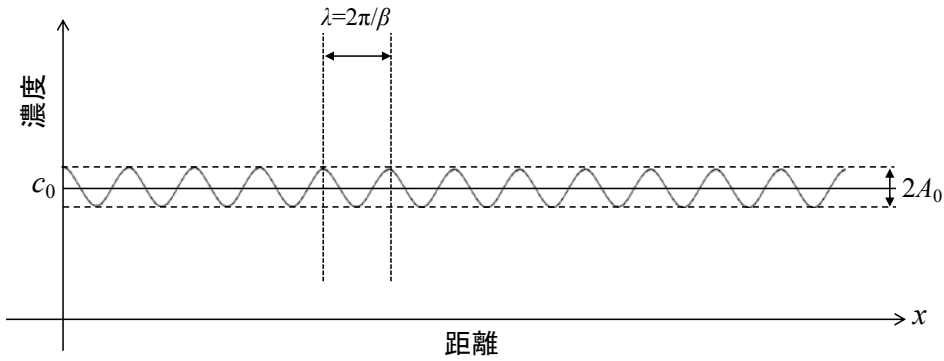

図 2
上述(2)のような相分離過程が自発的に進行していくと、局所的な濃度勾配にともなうエネルギーの上昇が無視できなくなり、その効果を考慮しなければならない。図 2 に模式的に示すように、 $x$  方向に平均濃度  $c_0$  から微小な濃度揺らぎ  $c - c_0 = A_0 \cos \beta x$  が発生したとする。ここで、 $\beta$  は波数、 $A_0$  は定数とする。このとき、系全体の自由エネルギー  $F_{\text{total}}$  は局所的な濃度勾配にともなう過剰エネルギーの項  $K \left( \frac{\partial c}{\partial x} \right)^2$  を導入して、以下の式②のように与えられるものとする。